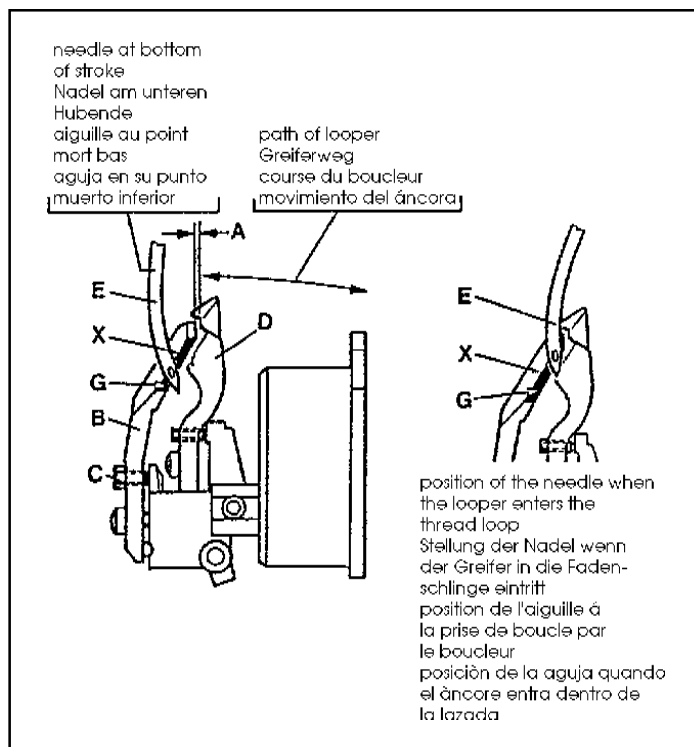

Fig. 6
Adjust the looper (D, Fig. 6) as described in paragraph "Setting the looper", see page 10.
NOTE: It is advisable to remove the rear needle guard (B, Fig. 6) for setting the looper.
Assemble the rear needle guard (B, Fig. 6). With set screw (C) adjust the distance (A) between looper (D) and rear needle guard (B) to 0.5 mm (.020 in.). From the bottom of its stroke up to the time when looper enters the needle thread loop, the needle (E) should be permanently within the guarding surface (G) of the rear needle guard (B).
Laterally (front to rear) set the rear needle guard (B, Fig. 6) with its guarding surface (G) close to the needle (E) even so that it barely contacts it, to avoid hitting of the needle by the looper point.
Edge (X, Fig. 6) on the guarding surface (G) of the rear needle guard (B) should not essentially disturb the needle thread. If disturbance of the needle thread occurs it can be eliminated by slightly changing the 0.5 mm (.020 in.) distance between looper and rear needle guard as well as by slightly changing the needle height.
Stellen Sie den Greifer (D, Fig. 6) wie im Abschnitt "Einstellung des Greifers" beschrieben ein, siehe Seite 10.
BEACHTEN SIE: Es ist ratsam, zum Einstellen des Greifers den hinteren Nadelanschlag (B, Fig. 6) zu entfernen.
Bauen Sie den hinteren Nadelanschlag (B, Fig. 6) ein. Stellen Sie mit dem Gewindestift (C) den Abstand (A) zwischen Greifer (D) und hinterem Nadelanschlag (B) auf 0,5 mm.
Seitlich (von vorne nach hinten) stellen Sie den hinteren Nadelanschlag (B, Fig. 6) mit seiner Schutzfläche (G) dicht an die Nadel (E), so dass er sie gerade berührt, um zu verhindern, dass die Nadel von der Greiferspitze getroffen wird.
Die Kante (X, Fig. 6) an der Schutzfläche (G) des hinteren Nadelanschlages (B) soll den Nadelfaden nicht wesentlich stören. Tritt eine Störung des Nadelfadens auf, kann diese durch leichtes Verändern des 0,5 mm Abstands zwischen Greifer und hinterem Nadelanschlag sowie durch leichtes Verändern der Nadelhöhe beseitigt werden.
Régler le boucleur (D, Fig. 6) comme indiqué au paragraphe "Réglage du boucleur" page 10.
Monter le protège aiguille arrière (B, Fig. 6). Avec la vis (C) régler à 0,5 mm la distance (A) entre le boucleur (D) et le protège aiguille arrière (B).
Régler latéralement (avant-arrière) le protège aiguille arrière (B, Fig. 6) avec la surface de protection (G) près de l'aiguille de même qu'elle frôle pour éviter tout contact avec la pointe du boucleur.
Le bord (X, Fig. 6) du protège aiguille ne doit surtout pas interférer avec le fil d'aiguille. Si cela se produit, il est possible d'y remédier en modifiant légèrement de 0,5 mm entre le boucleur et le protège aiguille et, éventuellement, en changeant la hauteur de l'aiguille.
Ajustar el áncora (D, Fig. 6) tal como se describe en el párrafo "Colocación del áncora", ver página 10.
Montar el salva agujas posterior (B, Fig. 6). Con el tornillo de fijación (C) ajustar la distancia (A) entre áncora (D) y salva agujas posterior (B) para que sea de 0,5 mm.
Ajuste lateral (de detrás hacia adelante) del salva agujas posterior (B, Fig. 6) en la zona (G), que deberá estar lo más cerca posible de la aguja (E), de forma de que apenas tome contacto con el salva agujas (E) para evitar el choque entre la punta del áncora y aguja.
El canto (X, Fig. 6) de la zona de contacto (G), del salva agujas posterior (B), debe situarse de manera que no desvie el hilo de la aguja. Si esto ocurre, puede eliminarse moviendo ligeramente la distancia de 0,5 mm que existe áncora y salva agujas posterior, o variando ligeramente la altura de la aguja.